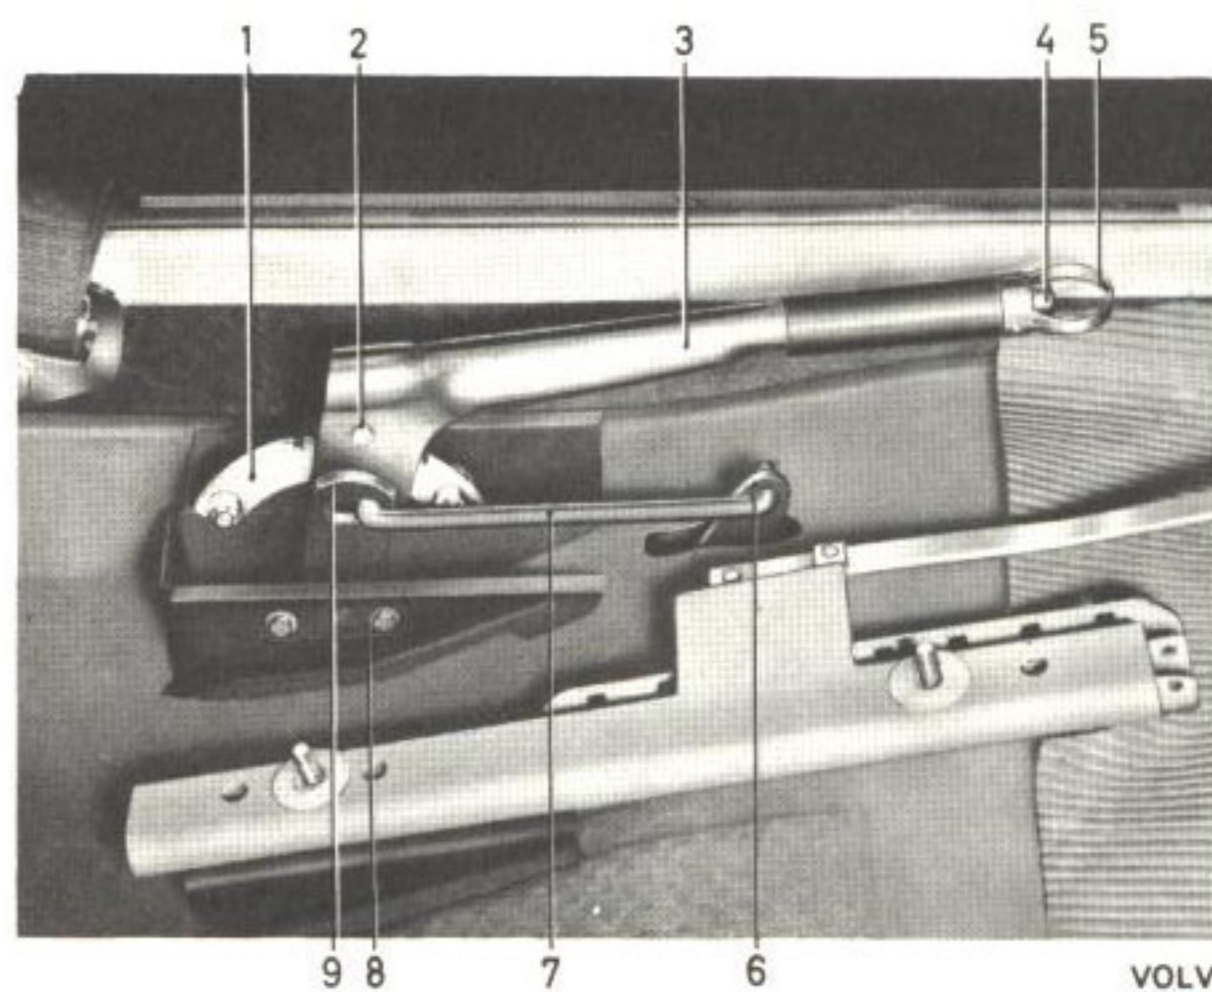

Bild 114. Bromsdetaljer, 1800
2. Ta bort saxpinnen och brickan vid axelns hävarm (6, bild 114). Vrid dragstången (7) så att den kan lossas från spaken. Demontera spärrsegmentet (1).
3. Skruva ur skruvarna för lagerfästet (8) och driv ut tapp och fäste. Lyft fram spaken (3).
2. Lossa parkeringsbromsen och koppla från dragstången (7, bild 114) från axelns hävarm (6).